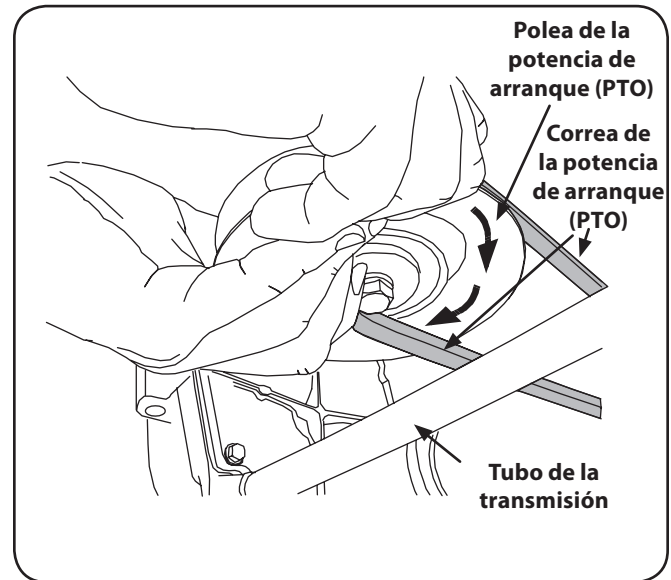

Figura 7-4
- Mientras sostiene la correa y la polea juntas, rote la polea hacia la izquierda (Vea la Figura 7-4). Siga sosteniendo y rotando la polea y la correa hasta que la correa se enrolle totalmente en la polea de la potencia de arranque (PTO).